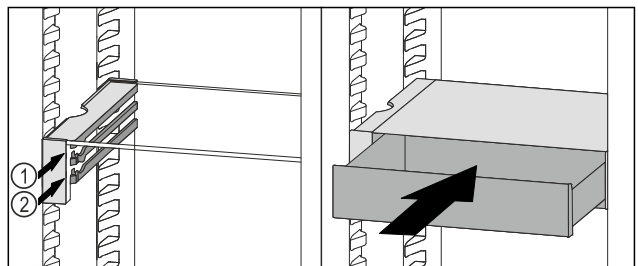

Fig. 136
- ▶ Встановити висувний ящик VarioSafe за стопорами на потрібне ребро Fig. 136 (1) або Fig. 136 (2).